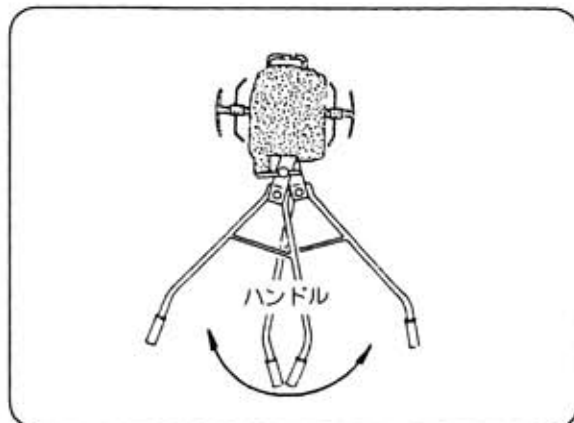

図15
2) 旋回のしかた (図15)
- ① 旋回または進路変更をするときはハンドルを振っておこないます。